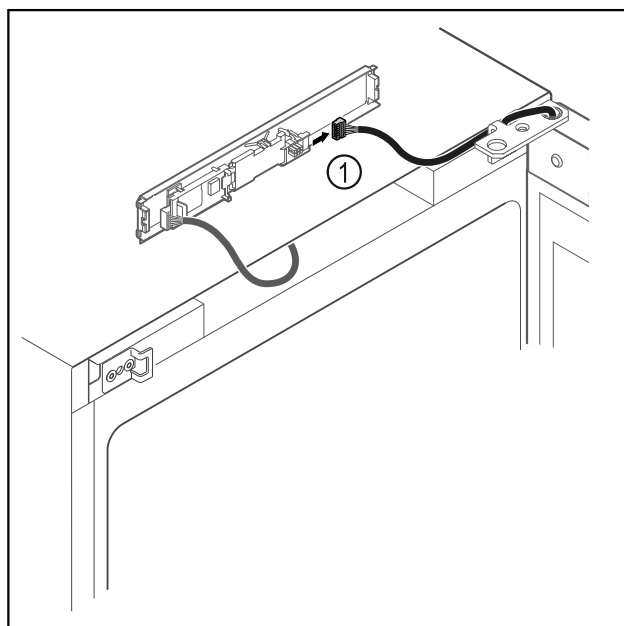

Fig. 14
- ▶ Scoateți fișa Fig. 14 (1) de la placa electronică.